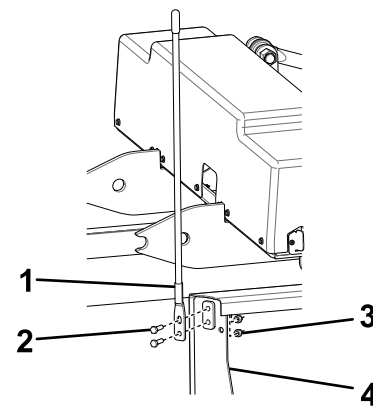

Figure 12
- Fixez les guides à la lame latérale au moyen de 4 boulons (5/16 x 1 po) et contre-écrous (Figure 12).